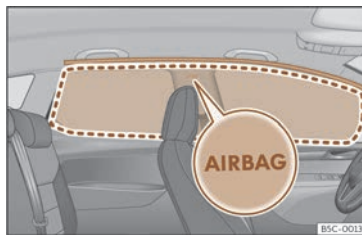

Fig. 34 Ubicación de los airbags para la cabeza.
Los airbags para la cabeza se encuentran a ambos lados del habitáculo, encima de las puertas >>> **fig. 34** y su ubicación está indicada con la palabra "AIRBAG".
>>> **fig. 34**. Por este motivo, nunca se deberán depositar o fijar objetos en esta zona >>> **▲**.
- Asegúrese de que los niños viajen sentados correctamente en sus asientos y no sitúen la cabeza en la zona de despliegue de los airbags para la cabeza >>> **fig. 34**, ya que, en caso de dispararse los airbags, estos podrían golpearles y provocarles lesiones graves.